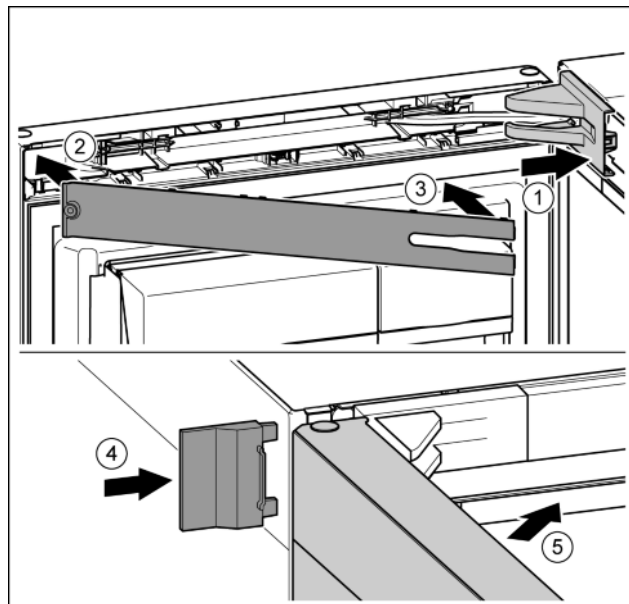

Fig. 23
- Stavite pokrov podloška ležaja i pustite ga da uskoči, po potrebi ga oprezno razdvojite. Fig. 23 (1)
- Stavite masku. Fig. 23 (2)
- Zakrenite masku i pustite da uskoči. Fig. 23 (3)
- Natakните vanjski pokrov. Fig. 23 (4)
- Zatvorite gornja vrata. Fig. 23 (5)